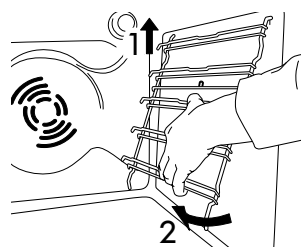

Fig. 3
1. Pour enlever les grilles, soulevez-les (1) et faites-les pivoter (2), comme illustré à la Fig. 3.